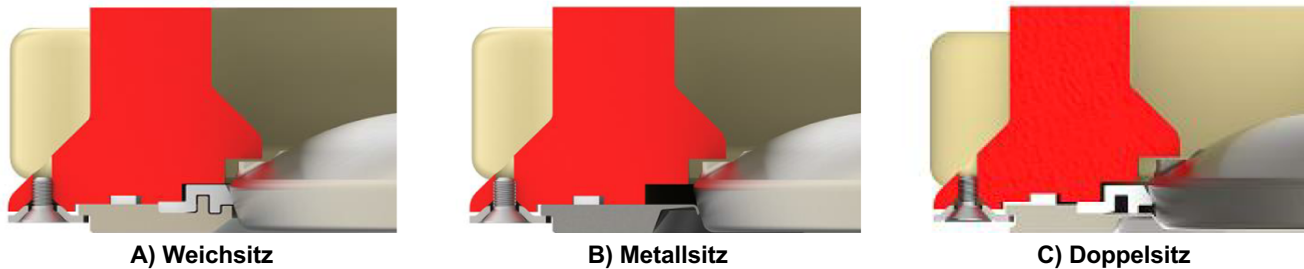

Abbildung 4: Querschnitte der Sitzhalterungsausführungen
WARNUNG Wenn das Ventil zwischen Flanschen eingebaut wird, stellen Sie sicher, dass die Flanschflächendichtung sowohl die Sitzhalterungs-, als auch die Gehäuseoberflächen abdeckt. Andernfalls kann es zu übermäßiger Leckage kommen. Siehe Abbildung 4: A, B und C: Sitzhalterungsoptionen und Position der Leitungsdichtung.
- Im Falle von Valtek Valdisk Ventilen mit Sitzhalteklammern die Sitzhalterungsschrauben und die Halteklammern entfernen. Die Sitzhalterung aus dem Ventilgehäuse herausheben. (Siehe Abbildung 4: A, B und C).